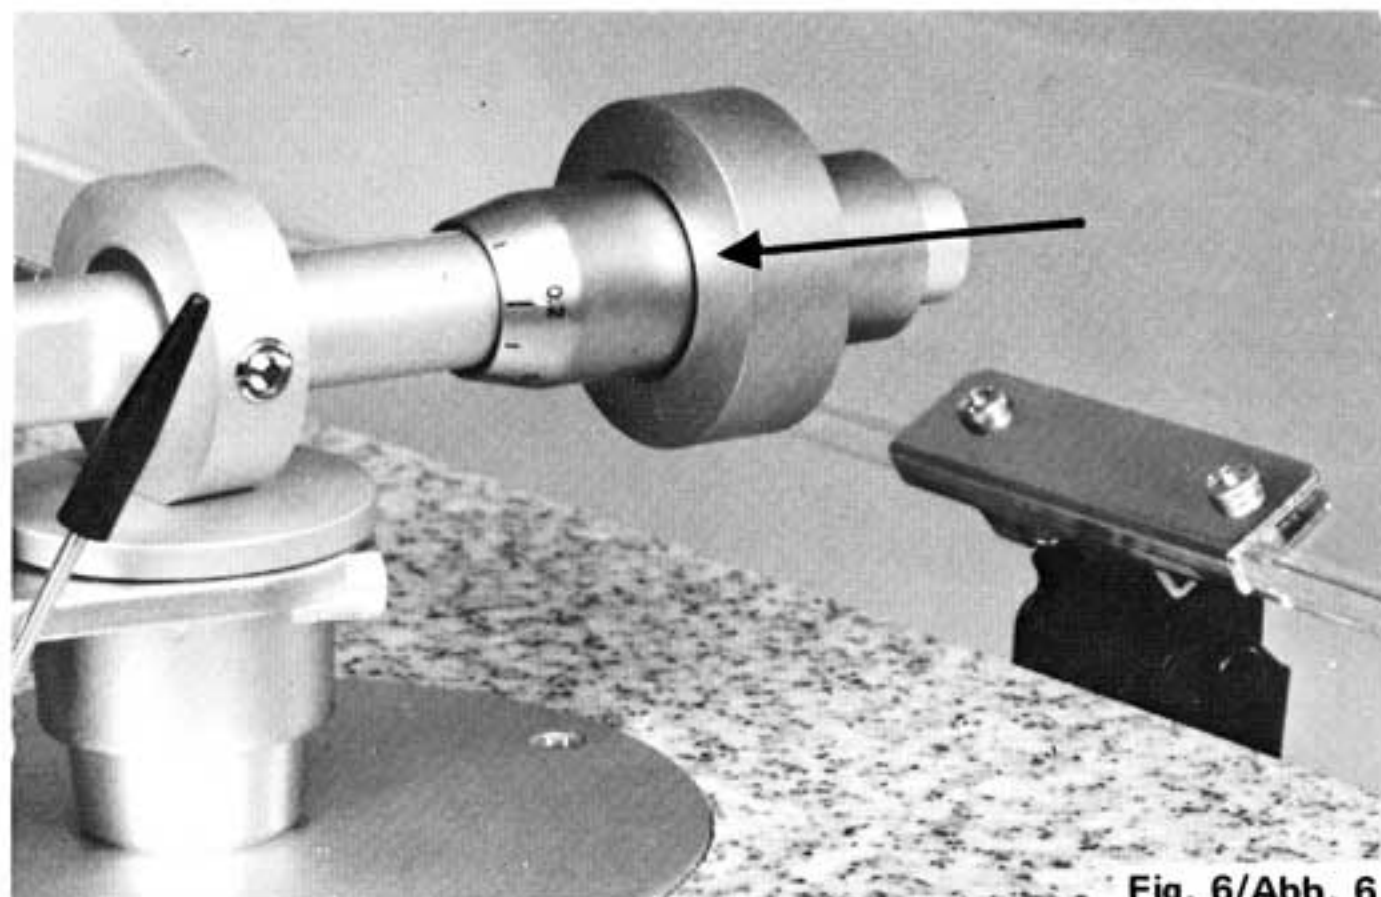

Fig. 6/Abb. 6
5. Mount the main counter weight on the rear part of tonearm, (See Fig. 6)
5. Schrauben Sie das Gegengewicht auf den Tonarm, wie in Abb. 6 gezeigt.
5. Montez le contrepoids à l'arrière du bras du pick-up. (Voir Fig. 6)